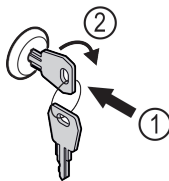

Fig. 159
- ▶ Įspauskite raktą. Fig. 159 (1)
- ▶ Pasukite raktą 90° pagal laikrodžio rodyklę. Fig. 159 (2)